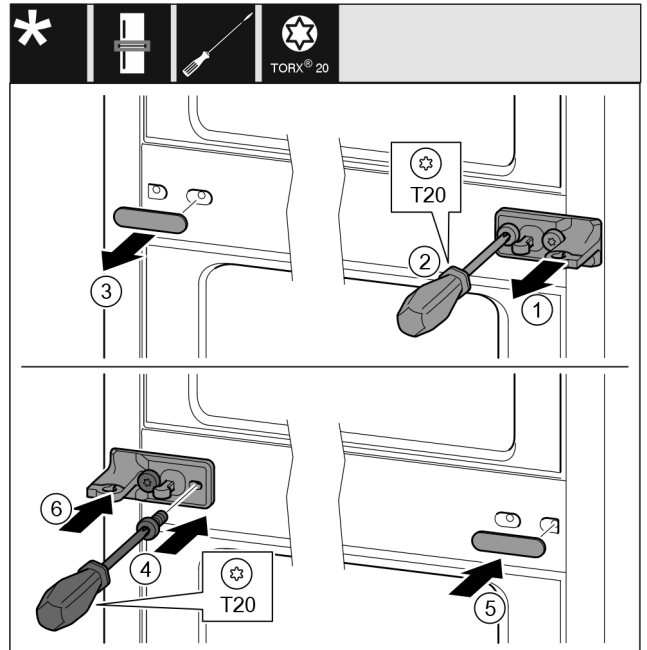

Fig. 40
- ▶ Scheibe Fig. 40 (1) abziehen.
- ▶ Schrauben Fig. 40 (2) mit Schraubendreher herausdrehen.
- ▶ Abdeckung Fig. 40 (3) vorsichtig abziehen.
- ▶ Lagerbock mit Folie Fig. 40 (4) um 180° gedreht auf der anderen Seite fest anschrauben.
- ▶ Abdeckung Fig. 40 (5) um 180° gedreht auf der anderen Seite anbringen.
- ▶ Scheibe Fig. 40 (6) von vorn aufschieben.